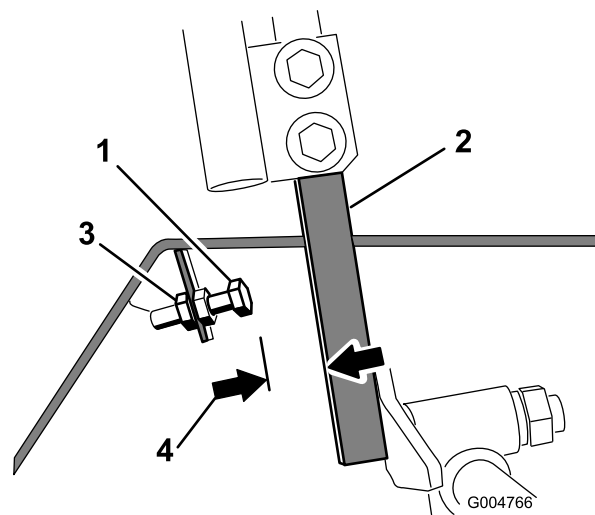

図 60
4. 左右どちらかのコントロールレバーで、ストップボルトについているジャムナットをゆるめる(図 60)。